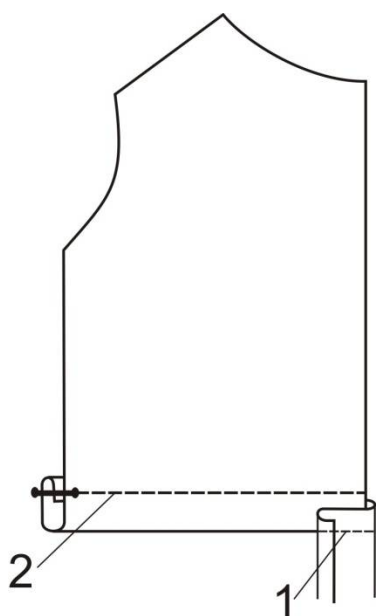

Рис.3
8. Разогните планку в нижней части на изнанку и приложите ее нижний срез к линии низа платья в готовом виде, как показано на рисунке 3. Притачайте планку к линии низа швом шириной 0,7 см (рис.3, строчка 1).
9. Подогните и застрочите низ юбки (рис.3, строчка 2).